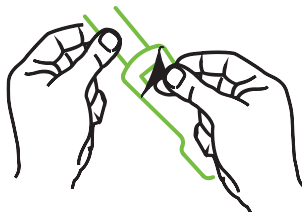

Figura 13-10 Rimozione della pellicola protettiva dal sensore
- 2 Rimuovere e scartare la pellicola protettiva dal sensore (figura 13-10).